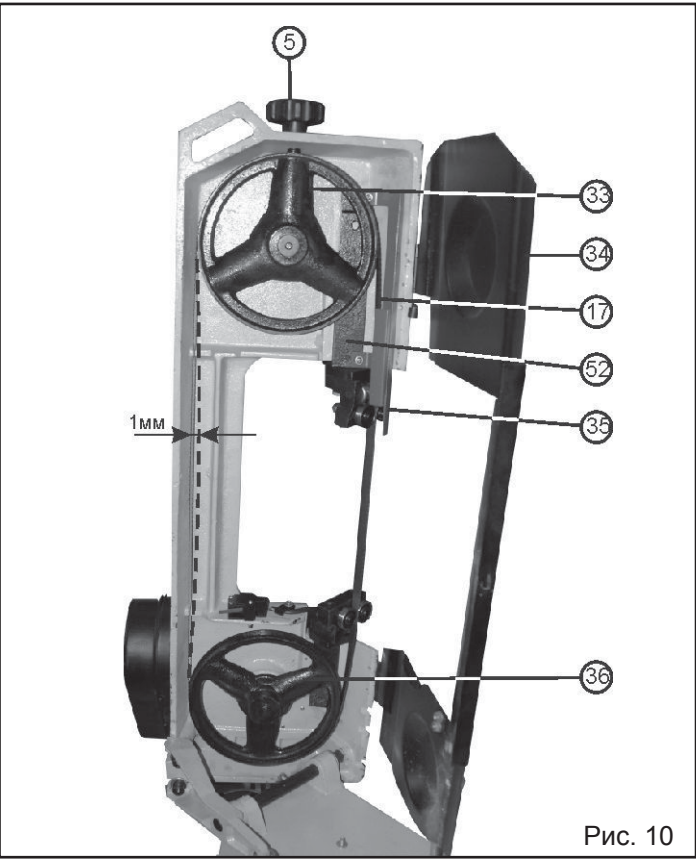

Рис. 10
9.2. Регулировка натяжения пильной ленты, замена пильной ленты (Рис.10)
- 9.2.5. Как показано на Рис. 10 приложить небольшое усилие в плоскости пильной ленты (17).
9.3. Регулировка смещения пильной ленты (Рис. 10, 11)
9.4.8. Для увеличения перемещения вниз верхней направляющей пильной ленты (40) придерживая последнюю полностью выкрутить маховик установки верхней направляющей пильной ленты (7) переместить верхнюю направляющую пильной ленты (40) вниз до положения возможности установки маховика установки верхней направляющей пильной ленты (7) в верхнее резьбовое отверстие подвижной планки (52) Рис.10.